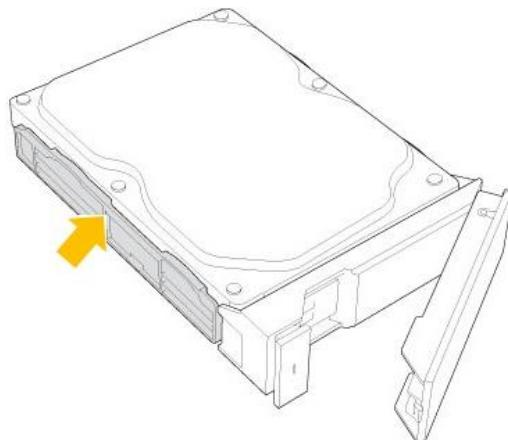

Рисунок 102 - Закрепите жесткий диск в лотке (четыре штырька)
4.3) Чтобы закрепить диск оставшимися двумя штырьками, отпустить левую сторону лотка (см. Рисунок 102).